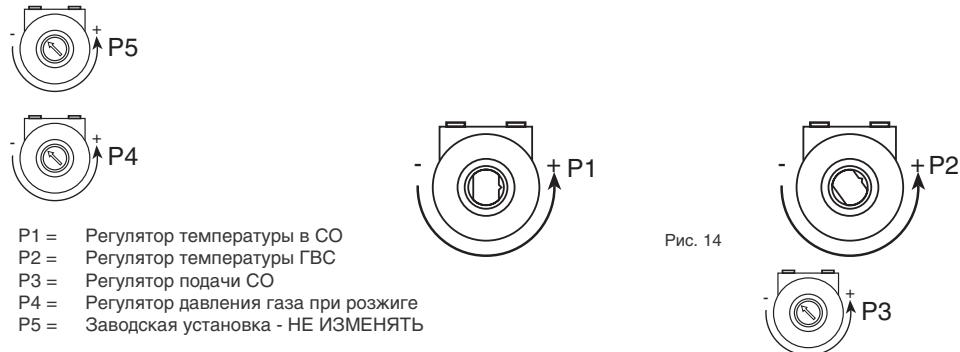

Рис. 14
Замечание - Установки описанные выше устанавливают минимальный и максимальный предел механического хода поршня модулятора "Modureg". Возможно выполнение других электрических регулировок (давление и температура), описанных ниже, с помощью регулировочных потенциометров P3 и P4 расположенных внутри командной коробки (рис. 14).
6.05 Регулирование максимальной мощности системы отопления (рис. 14)